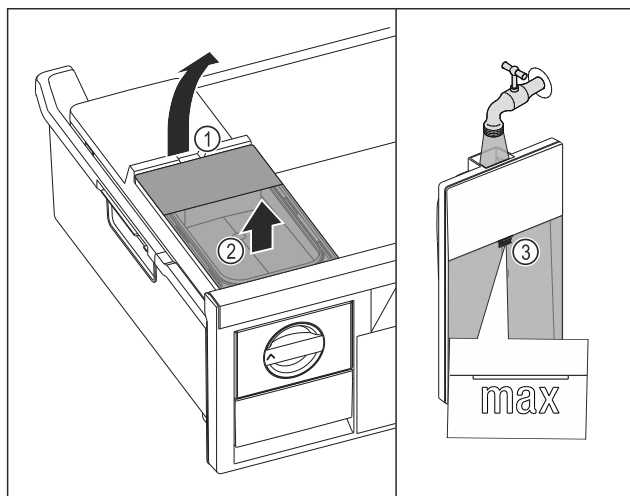

Fig. 128
- (2) Telo s posodo za ledene kocke
(3) Rezervoar za vodo
- (5) Predal za ledene kocke
- Rezervoar za vodo napolnite s pitno vodo do oznake Fig. 128 (3).
► Dvignite rezervoar za vodo dvignite za izrez Fig. 128 (1).
► Rezervoar za vodo odstranite v smeri navzgor. Fig. 128 (2)